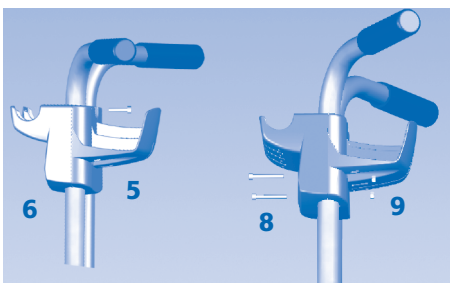

Figura 3
d) Introduzca 2 tornillos largos (8) en la cubierta del gancho manteniendo las tuercas (9) en el gancho del cable y apriételos.
e) Coloque el gancho del cable (5) y su cubierta (6) en la parte superior de los tubos; a continuación, introduzca el tornillo (7) en la parte superior del gancho del cable y apriételo con la llave. **Figura 3**.
f) Introduzca los tornillos largos (8) en el gancho de la unidad (6) manteniendo las tuercas (9) en el gancho del cable y apriételos.